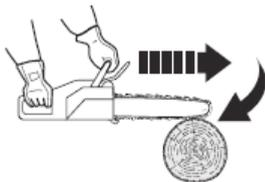

Fig. 34
Une chaîne (14) en action sur la partie inférieure du guide-chaîne (13) peut entraîner l'appareil vers l'avant, et l'éloigner de l'opérateur. (patinage) (Fig. 34)